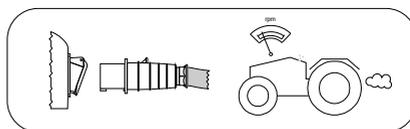

fig. 4b
6. Assurez-vous qu'aucun appareil est branché sur les prises du tableau électrique: mettre en marche le tracteur, et accélérer légèrement, en vérifiant l'absence de vibrations et/ ou de bruits anormaux (fig. 4b).